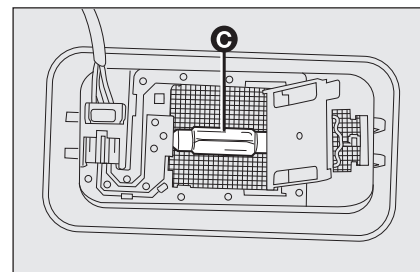

fig. 37
- ☐ maak de lamp **C-fig. 37** los uit de veercontacten aan de zijkant en vervang hem; plaats de nieuwe lamp en controleer of de nieuwe lamp goed vastzit in de veercontacten;